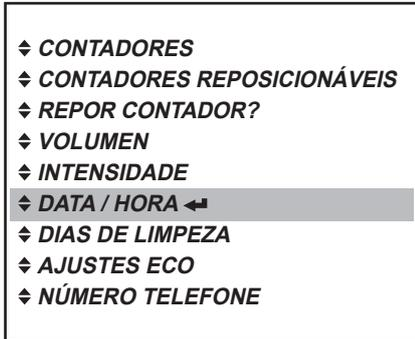

Fig. 37
1. Prima a tecla Enter **↵** para acessar o menu «DATA/HORA». (Fig. 37)